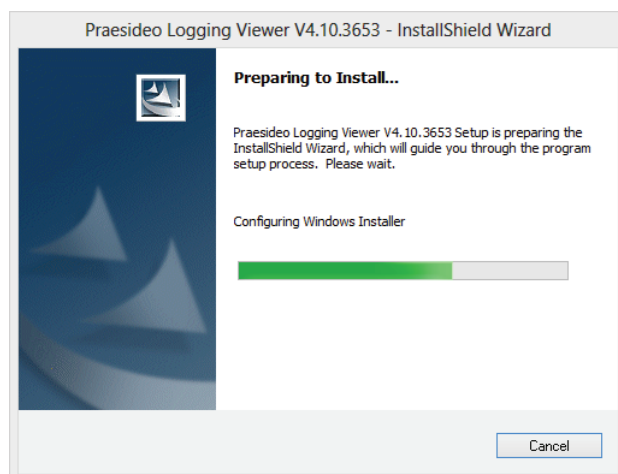

figura 59.1: Configuración de Logging viewer
- 3 Haga clic en el botón *Open* para iniciar el programa de instalación de *Logging Viewer*. Se mostrará una pantalla similar a la indicada en figura 59.1.